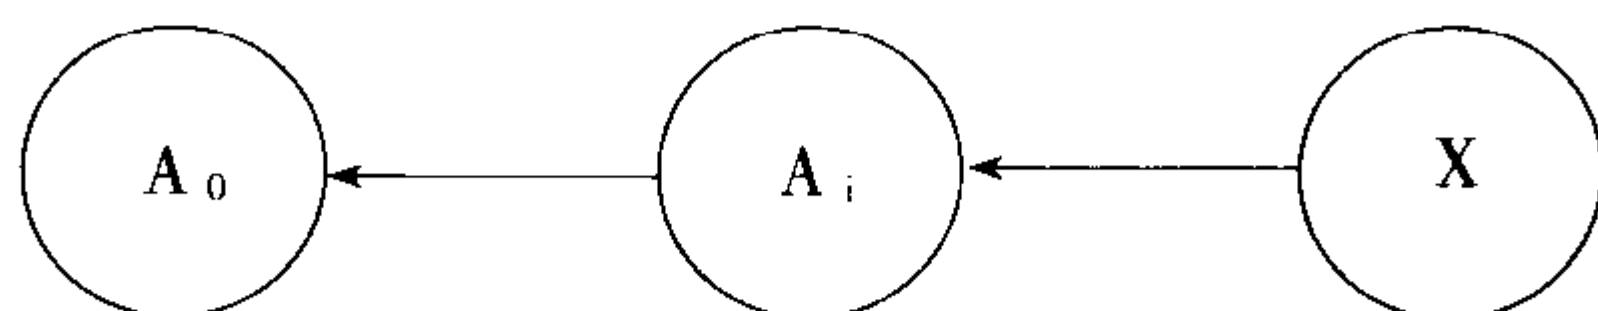

图 5-2 逆向进行的 PDPC 图
(2) 逆向进行的 PDPC 图。逆向进行的 PDPC 图是从理想状态 X 出发，逆向而上，回溯到初始状态 A_0 的过程，如图 5-2。